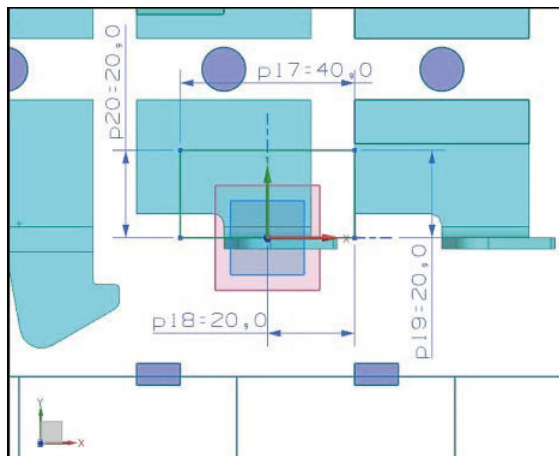

Рис. 9.10. Построение контура матрицы
18. В рабочем окне щелкните по созданной плоскости ЛКМ. Данная операция позволяет автоматически начать работу с функционалом приложения **Эскиз**. Постройте внешний контур матрицы в виде прямоугольника с размерами 40 мм на 20 мм (рис. 9.10).